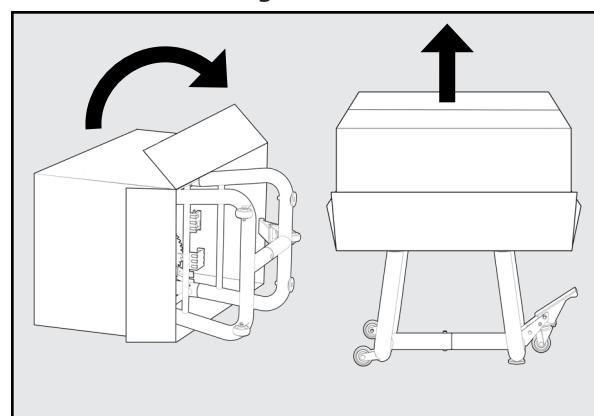

Figure 4
3. Mettez soigneusement la boîte à l'endroit et retirez l'emballage une fois que la machine a été soulevée du sol. Voir la Figure 4.